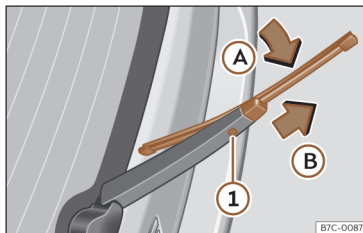

Fig. 182 Substituição da escova do vidro traseiro.
- Rode ligeiramente a escova >>> **Fig. 182** (seta **A**).